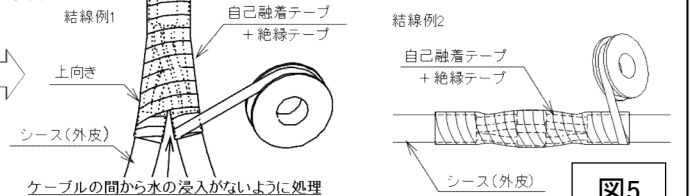

図5
- ③電源線(別途)と口出線(H05RN-F 1.0mm² × 3心 茶、青)を圧着スリーブ(別途)などで結線後、自己融着テープ(別途)と絶縁テープ(別途)で十分に絶縁・防水処理を行ってください。(図5)電気設備技術基準・解釈及び内線規定を参照ください。
アース線接続後、自己融着テープ(別途)と絶縁テープ(別途)で十分に絶縁・防水処理を行ってください。(図5)
- ④ 電源線(別途)と口出線(H05RN-F 1.0mm²×3心 茶、青)を圧着スリーブ(別途)などで結線後、自己融着テープ(別途)と絶縁テープ(別途)で十分に絶縁・防水処理を行ってください。(図5)